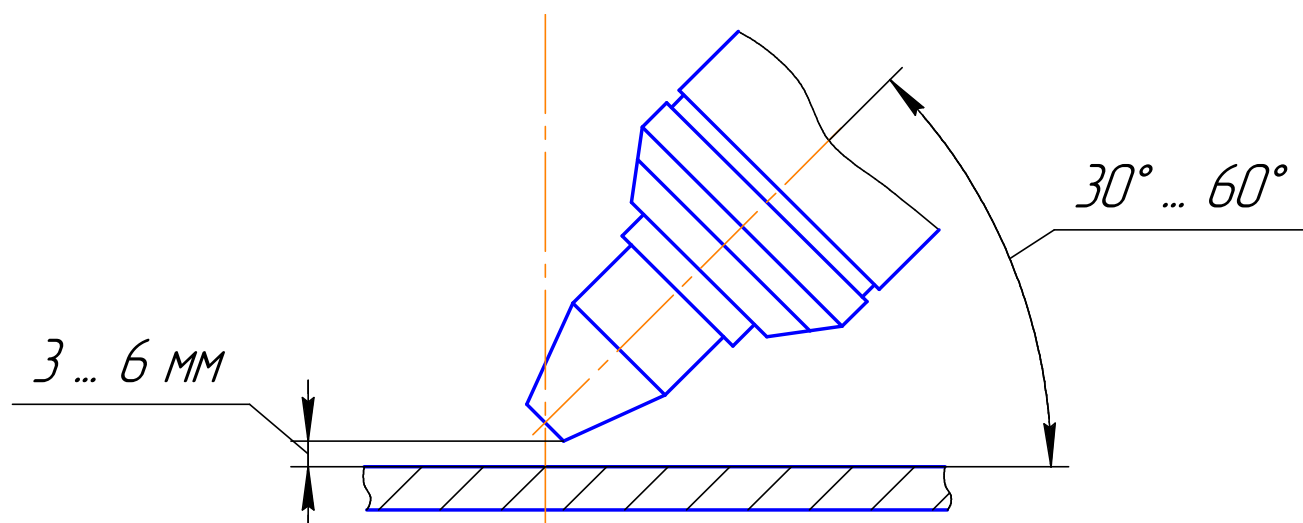

Рисунок 12
2.3.3 Установить резак под необходимым углом, а также выставить зазор между трубой и соплом от 3 до 6 мм (рисунок 12).